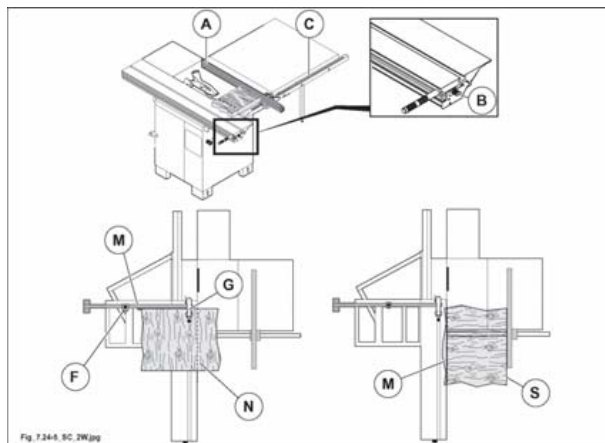

Fig. 7.24-5
Nell'esecuzione di tagli paralleli usare la guida (A fig. 7.24-5). Per il suo posizionamento e regolazioni seguire le istruzioni riportate nel Par. 7.14 o Par. 7.15.
Posizionare il carro vagone come in (fig. 7.24-5) e bloccarlo tramite il pomello (B fig. 7.24-5).
Nel posizionamento del pezzo contro la guida (A fig. 7.24-5) l'operatore fa riferimento alla scala millimetrata (C fig. 7.24-5).
- Eseguire il taglio di rifilo (S fig. 7.24-5) come descritto precedentemente (primo taglio).
- Appoggiare la parte lavorata (S fig. 7.24-5) contro la riga in alluminio (posizionata alla misura voluta) ed effettuare il taglio parallelo (M fig. 7.24-5).
- Ruotare il pannello di 90° appoggiando la parte rifilata (M fig. 7.24-5) contro la riga come in fig. 7.24-5.
- Bloccare il pannello con il pressatore (G fig. 7.24-5) ed eseguire il terzo taglio (N fig. 7.24-5).
- Ruotare il pannello di 180° portando il lato (N fig. 7.24-5) contro la battuta (F fig. 7.24-5) già posizionata alla misura desiderata.
- Dopo avere bloccato il pannello con il pressatore (G fig. 7.24-5) eseguire l'ultimo taglio.